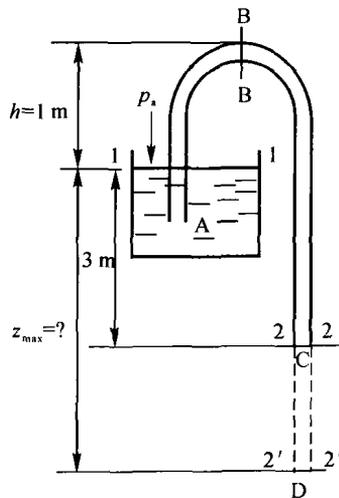

图 1-8
例题 1.4 如图 1-8 所示, 利用虹吸管将池中 50°C 的热水吸出, 管路最高点 B 距水面的垂直距离为 1 m , 水池液面与虹吸管出口 C 点的垂直距离 $z_1 = 3 \text{ m}$, 50°C 热水的饱和蒸汽压为 12.3 kPa , 水视为理想流体, 求: (1) 虹吸管出口流速 u_2 及虹吸管最高点的压强 p_B ; (2) 如需将虹吸管延长至 D 点, 若要保证管路内不发生汽化现象, 水池液面距虹吸管出口的最大高度 z_{\max} 是多少?